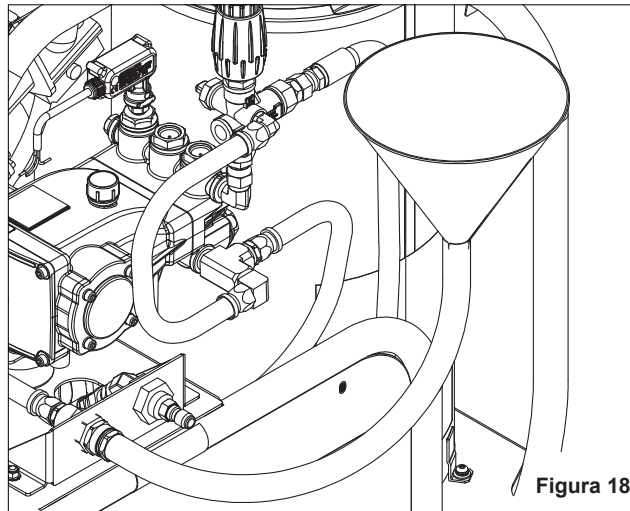

Figura 18
2. Conecte un tramo corto de manguera (de aproximadamente 3 pies de largo) al conector de entrada de agua e instale un embudo en el otro extremo de la manguera como se muestra en la Figura 18.